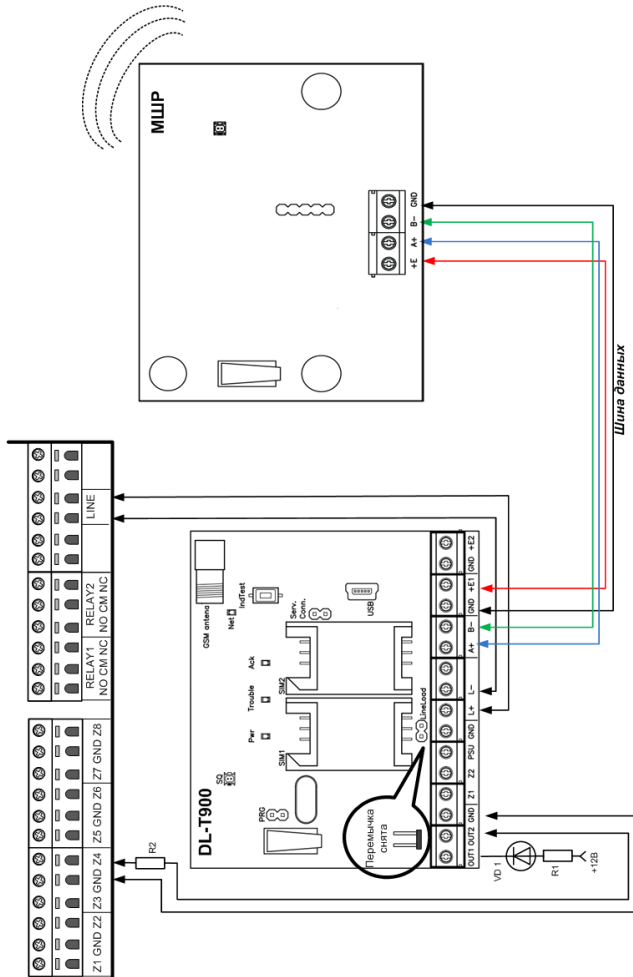

Рис. 4. Схема соединения
В схеме, приведенной на рис.4, выполнен пример такого сопряжения ППК с DL-T900.
1. Сформируйте шлейф радиозоны (например для зоны №4 ППК).. Для этого выполните коммутацию выходов DL-T900 и зон ППК через резисторы, как указано на рис. 4. Включение и выключение выхода будет вызывать нарушение и восстановление шлейфа зоны 4.